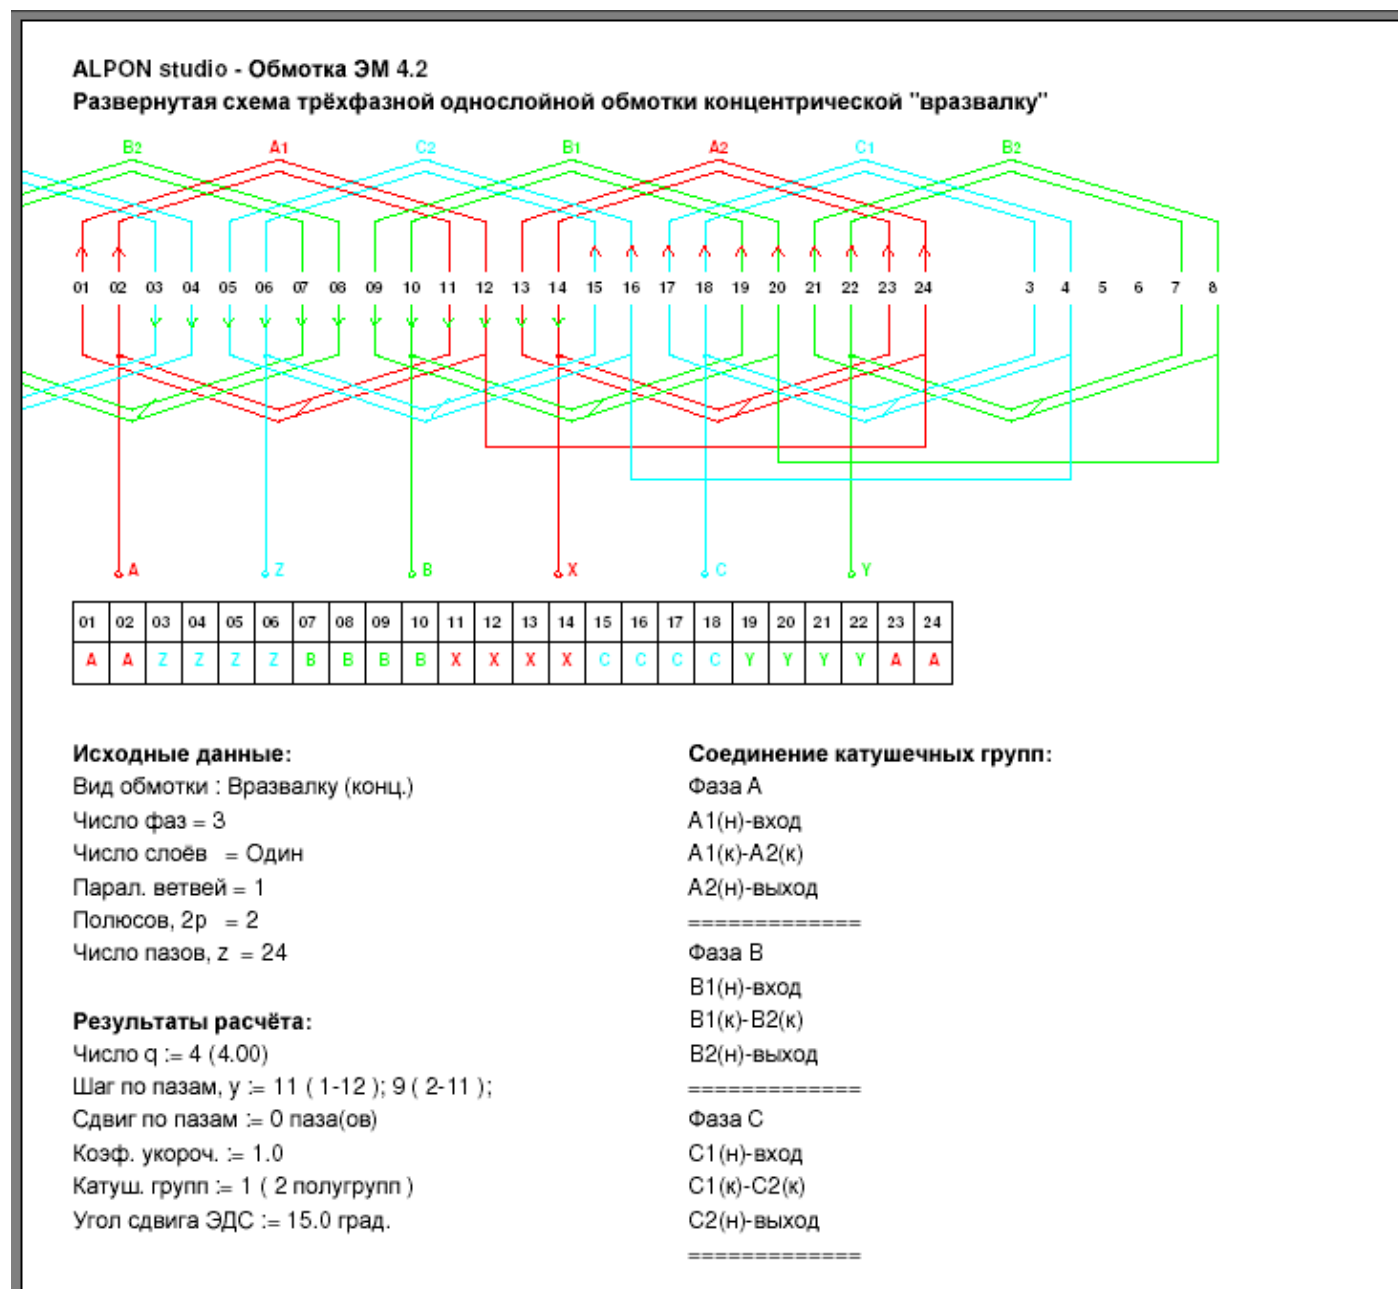

Рисунок 5. Распечатанный лист отчёта с развёрнутой схемой обмотки.
- Распечатанный лист отчёта с развёрнутой схемой обмотки (рис. 5).